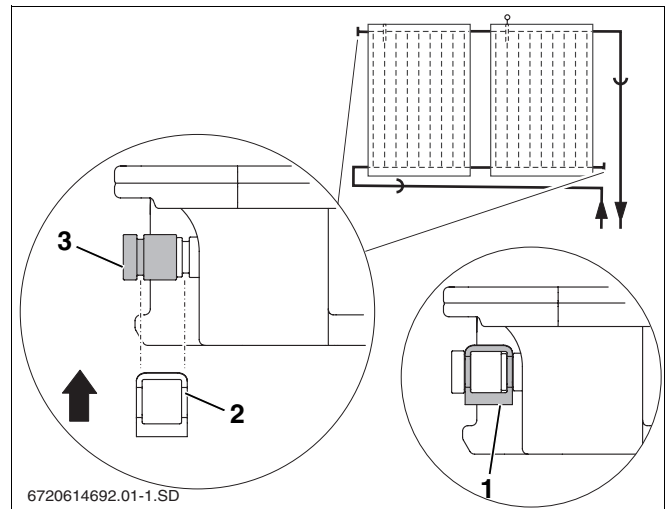

Fig. 41 Asegurar la caperuza de cierre con una abrazadera
- ▶ Deslice la caperuza de cierre con las juntas tóricas (fig. 41, **pos. 3**) sobre la conexión del colector.
- ▶ Deslice la abrazadera (fig. 41, **pos. 2**) sobre la caperuza de cierre y la conexión del colector para asegurar dicha conexión.
- ▶ Asegure cada caperuza de cierre con una abrazadera (fig. 41, **pos. 1**).